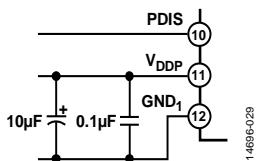
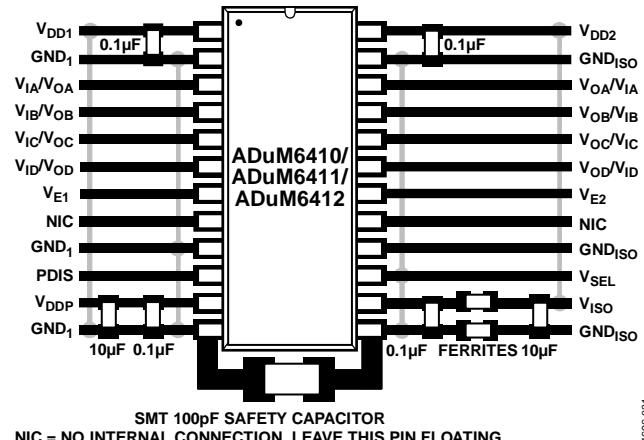

図 30. VDDP のバイアスおよびバイパス用部品
図 32. 推奨プリント回路基板 (PCB) レイアウト
0.15 W isoPower 内蔵の DC/DC コンバータを組み込んだ ADuM6410/ADuM6411/ADuM6412 デジタル・アイソレータに、ロジック・インターフェース用の外部インターフェース回路は不要です。入力および出力電源ピンには、電源バイパス・コンデンサを接続する必要があります（図 32 参照）。データ・チャンネルを正しく動作させるには、VDD1 ピンと GND1 ピンの間、および VDD2 ピンと GNDISO ピンの間の、チップ・パッドにできるだけ近い位置に、容量が 0.01 μF ~ 0.1 μF の低 ESR バイパス・コンデンサを接続する必要があります。電源を効果的にバイパスするには、isoPower 入力にいくつかの受動部品を接続するとともに、出力電圧を設定してコア電圧レギュレータをバイパスする必要があります（図 30 ~ 32 を参照）。
電磁放射レベルを下げるために、VISO ピンと GNDISO ピンの間、および PCB トレース接続の間の高周波電流に対するインピーダンスを大きくすることができます。この EMI 抑制方法を使用する場合は、図 32 に示すように、VISO ピンおよび GNDISO ピンと直列に表面実装フェライト・ビーズを配置することによって、放射信号をその発生源で制御します。125 MHz の 1 次側スイッチング周波数と、250 MHz の 2 次側整流周波数および高調波の放射を減らすには、インピーダンスが 100 MHz ~ 1 GHz の周波数範囲で約 2 kΩ となるようなフェライト・ビーズを選択します。適切な表面実装フェライト・ビーズの例については、表 33 を参照してください。放射量をさらに減らすには、高電圧 SMT 安全コンデンサを使って PCB スティッチング容量を実装することができます。最適性能を実現するには、図 32 に示すように、GND1 (ピン 12) と GNDISO (ピン 13) の間にコンデンサを直接接続することが重要です。このコンデンサは SMT サイズ 1812、電圧定格 3 kV で、TDK 製です (C4532C0G3F101K160KA)。